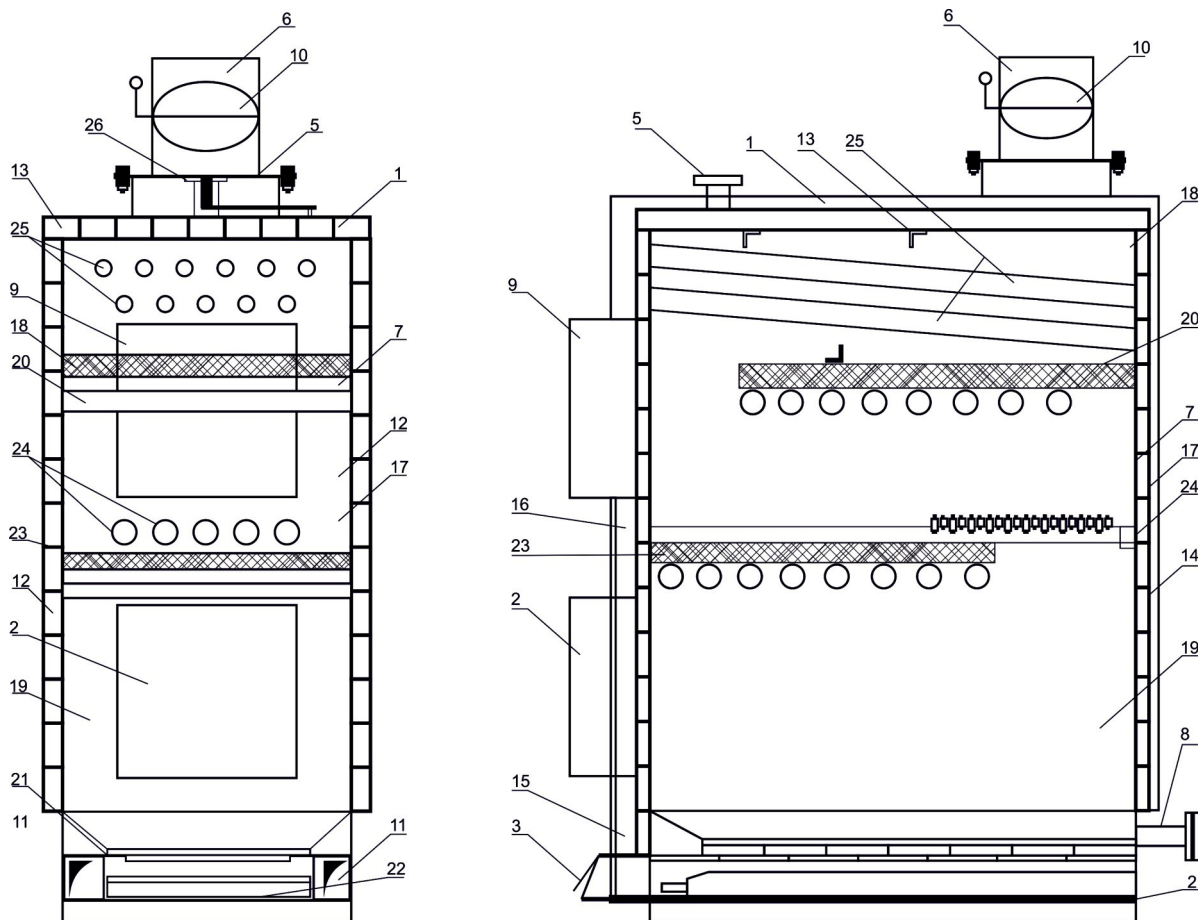

Рисунок 2 – Состав и устройство Котлов моделей Т 120 - 400 в базовой комплектации
Внутреннее пространство каркаса предназначено для загрузки топлива и сжигания топлива. Внутренний объем каркаса условно разделяется на две зоны: нижнюю камеру загрузки топлива (пиролиза) и верхнюю камеру дожига пиролизных газов. Полка камеры дожига футерована огнестойкой плитой из вермикулита (15), служащей для увеличения температуры в камере дожига и защиты от высокой температуры стенки рубашки, проходящей в зоне камеры дожига. Вермикулитовая плита свободно размещается на полке водяной рубашки (см. рис. 2г). В зоне камеры дожига пиролизных газов размещаются эжекторы (6). Эжектор представляет собой трубу с отверстиями из толстостенной